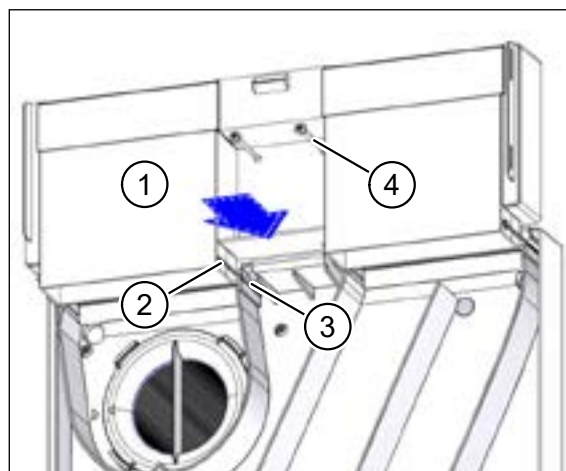

Рис. 43: Вставить и зафиксировать адаптер
- ▶ Насадите адаптер (поз. 1 на рис. 43) так, чтобы выступы (поз. 2 на рис. 43) совпали с креплениями (поз. 3 на рис. 43) на вентиляционной установке.
- ▶ Отметьте отверстия для двух винтов 4 x 40 (поз. 4 на рис. 43) на стене.